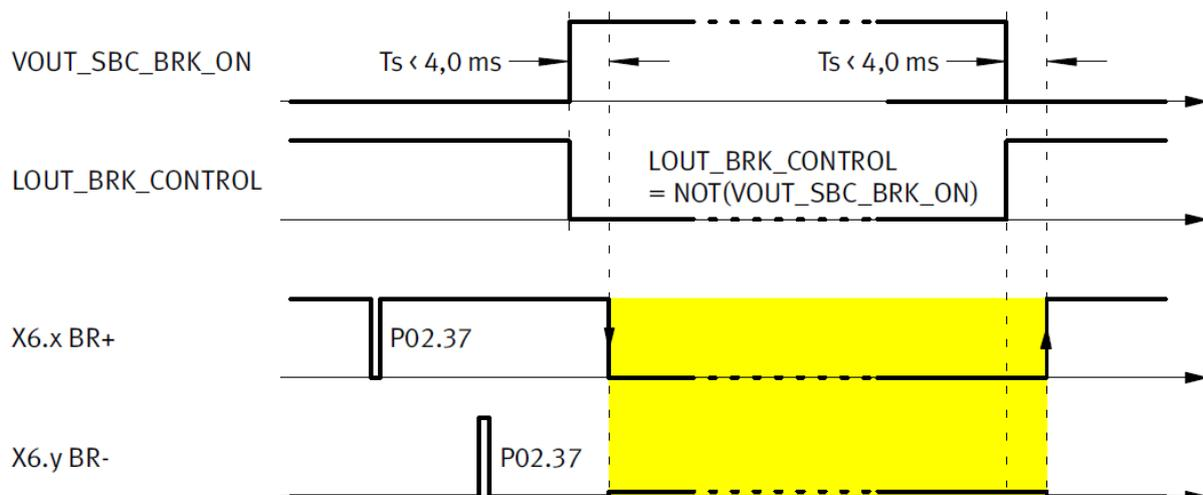

Abbildung 35: Timingdiagramm der integrierten Bremsansteuerung im Grundgerät
Abbildung 35 zeigt exemplarisch das Zeitverhalten beim Ab- und Wiedereinschalten des internen Bremsausgangs [X6]. Die Testimpulse bei bestromter Feststelleinheit oder Haltebremse (gelüftet) sind ebenfalls dargestellt. Sie sind zeitlich versetzt.
**Tabelle 84: Legende zu Abbildung 35**